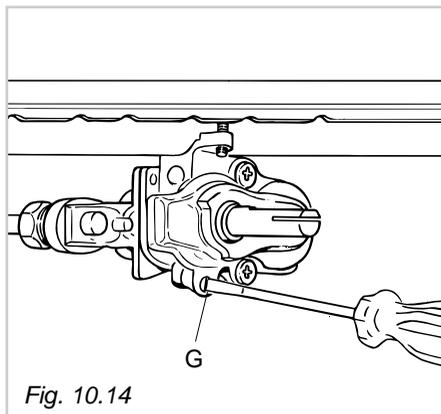

Fig. 10.14
- Sfilare la manopola del termostato e passando attraverso il foro del frontale con un cacciavite a taglio, svitare di circa un giro la vite by-pass **G** (fig. 10.14).
- Avvitare lentamente la vite by-pass **G** (fig. 10.14) fino all'ottenimento di una fiamma lunga 3-4 mm.